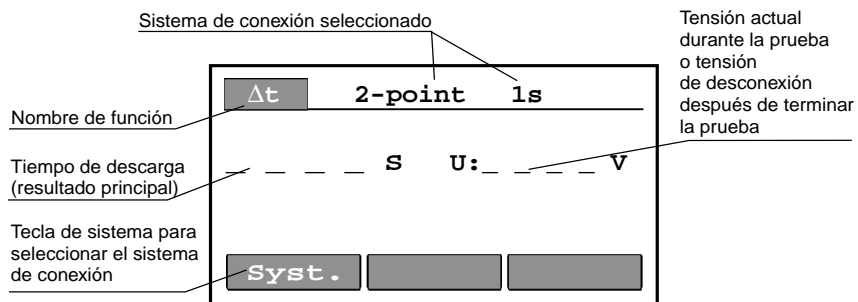

Fig.21. Información básica en función Δt
1. Ajustar el interruptor giratorio a la posición Dt (tiempo de descarga); se visualiza la información de acuerdo con la fig. 21.